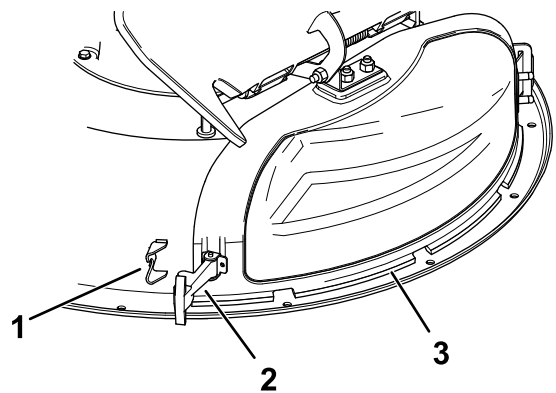

Figura 11
3. Liberare il dispositivo di chiusura flessibile dal relativo fermo sul coperchio dello scarico e aprire il coperchio dello scarico verso destra (Figura 11).
6. Fissate il coperchio dello scarico al piatto di taglio agganciando il dispositivo di chiusura flessibile, presente sul coperchio dello scarico, all'apposito fermo sul piatto (Figura 11).